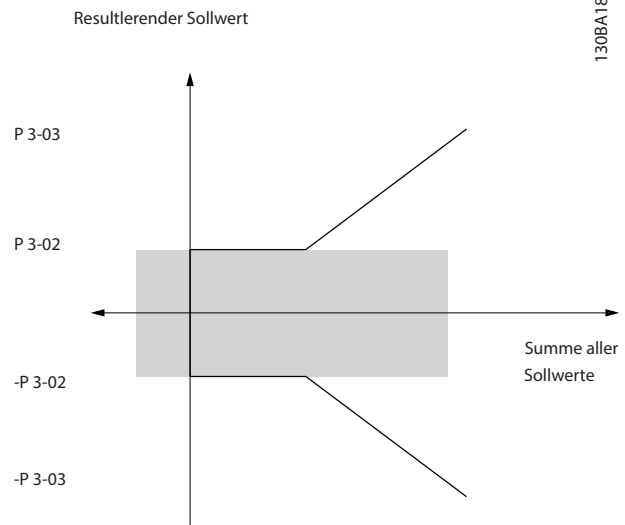

Abbildung 2.15 Die Summe aller Sollwerte, wenn Sie den Sollwertbereich auf 0 setzen
*Parameter 3-00 Sollwertbereich*, *Parameter 3-02 Minimaler Sollwert* und *Parameter 3-03 Maximaler Sollwert* definieren zusammen den zulässigen Bereich der Summe aller Sollwerte. Die Summe aller Sollwerte wird bei Bedarf begrenzt. Die Beziehung zwischen dem resultierenden Sollwert (nach der Befestigung) und der Summe aller Sollwerte wird in *Abbildung 2.15* und *Abbildung 2.16* gezeigt.